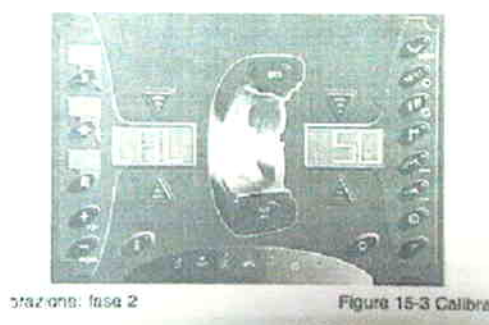

図 15-3 較正 ; 位相 2
6. **[8] START** キーを押してください。機械はホイール・スピンを実行し、最後に図 15-3 を表示します。